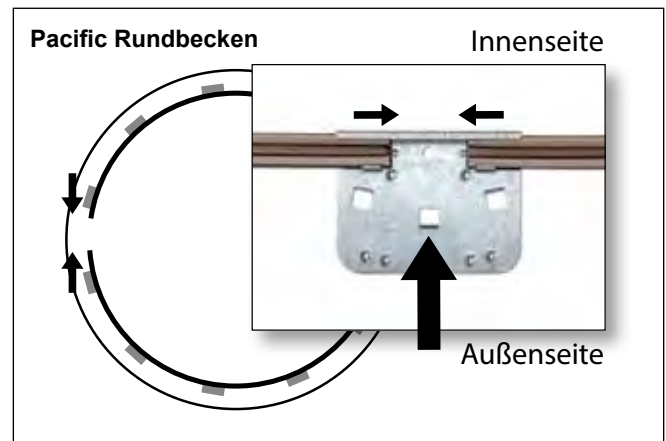

Abb. 27
- 2) Die Wand scheint zu kurz zu sein. Dies stimmt nicht. Der Abstand zwischen den Bodenschienen muss jedoch verringert werden, indem die Bodenplatten durch leichtes Klopfen zum Beckeninneren bewegt werden. Sie können die Wand auch mit beiden Händen leicht in die gewünschte Richtung klopfen. (Abb. 27, 28)